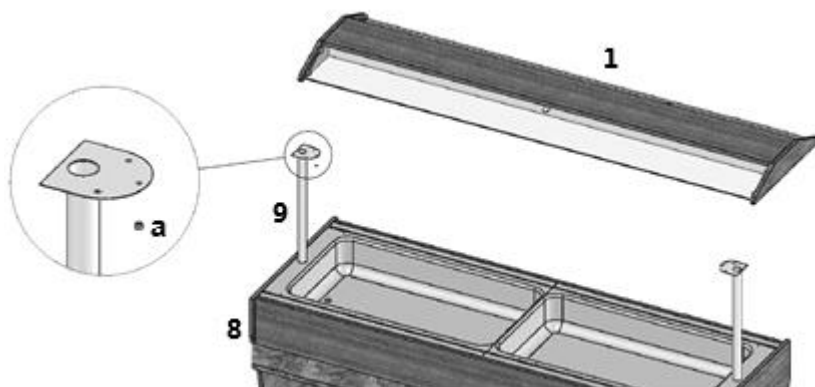

Рис. 3
1. Установить на приборе панель защиты от брызг со встроенным освещением (рис. 3).